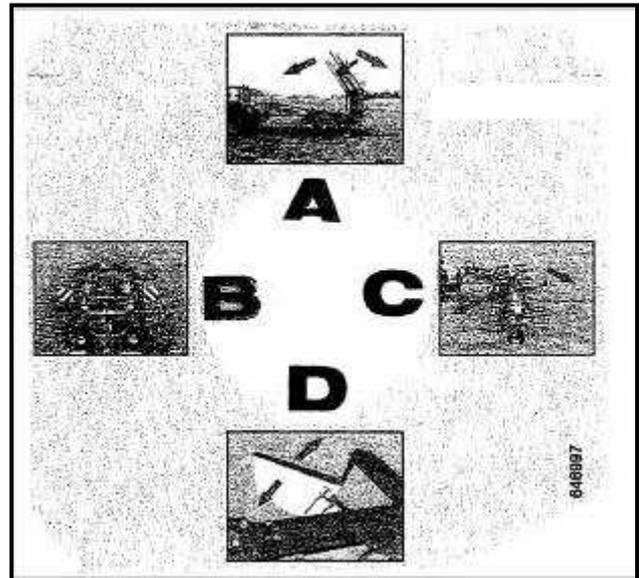
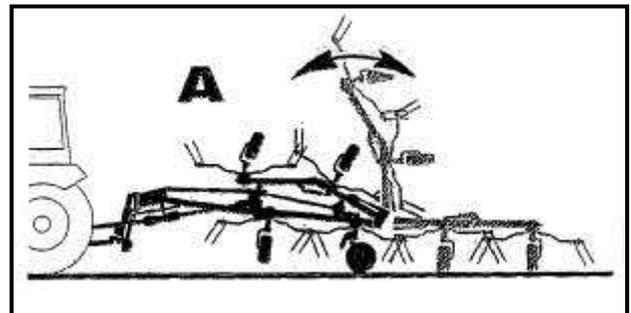
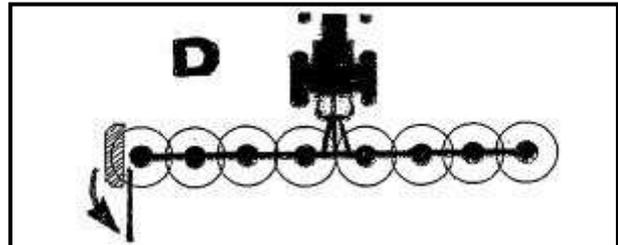

Abbildung 12
Abbildung 13
Abbildung 16
2. Joystick nach Bild auf der Schaltbox (Abb. 12) in Pos. A bringen. Rotoren werden umgeklappt (Abb. 13, A).
6. Beim Freirechen von linken Randstreifen ist der Joystick in Pos. D zu bringen (Abb. 12). Schwadttuch wird in Arbeitsposition geschwenkt (Abb. 16, D).